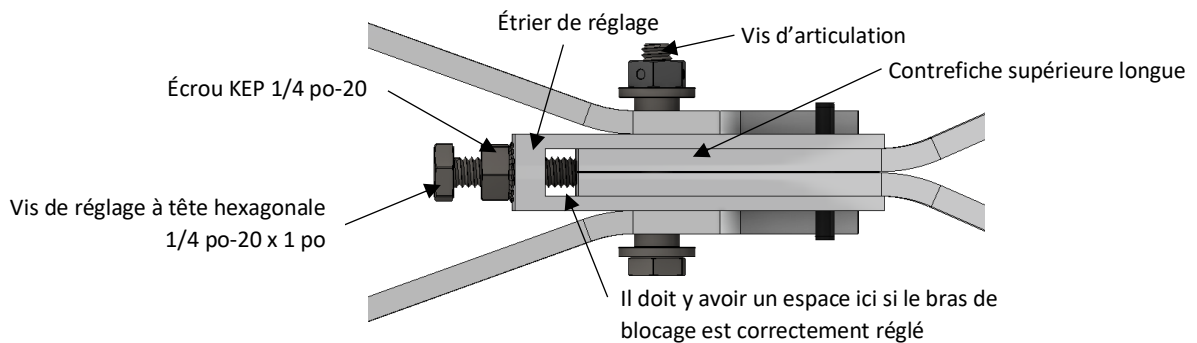

Figure 2
3. À l'aide d'une clé de 7/16 po, desserrer l'écrou KEP de 1/4 po-20 sur l'étrier de réglage du premier bras de blocage à remplacer, comme illustré à la Figure 2.
4. Desserrer la vis à tête hexagonale de 1/4 po-20 x 1 po (Figure 2) jusqu'à ce que la tension du bras de blocage soit libérée et que l'articulation du bras de blocage puisse bouger librement.
1. Le tréteau pliant en aluminium WAL-BOARD® étant posé à l'envers sur une surface plane et les deux jambages en position complètement ouverte, identifier l'étrier de réglage sur l'un des bras de blocage (voir Figure 2).
2. Le jambage étant en position complètement ouverte, desserrer l'écrou KEP de 1/4 po-20 de quelques tours comme illustré à la Figure 2.
3. Tout en maintenant l'articulation centrale du bras de blocage dans sa position d'ouverture maximale, visser la vis de réglage à tête hexagonale de 1/4 po-20 x 1 po jusqu'à ce que l'extrémité filetée de la vis soit serrée à la main contre l'extrémité des contrefiches supérieures longues, comme illustré à la Figure 2.